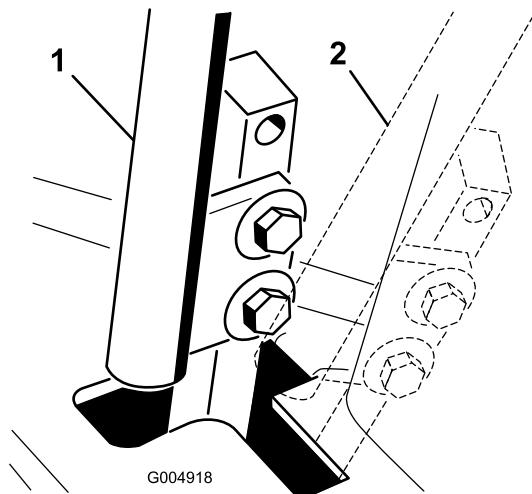

Figura 63
4. Mueva la palanca a la posición de punto muerto, pero **no a la posición de bloqueo** (Figura 63).
6. Compruebe la posición de la palanca de control con relación a la muesca de la consola (Figura 63). Debe estar centrada para que la palanca pueda girar hacia fuera a la posición de bloqueo/punto muerto.